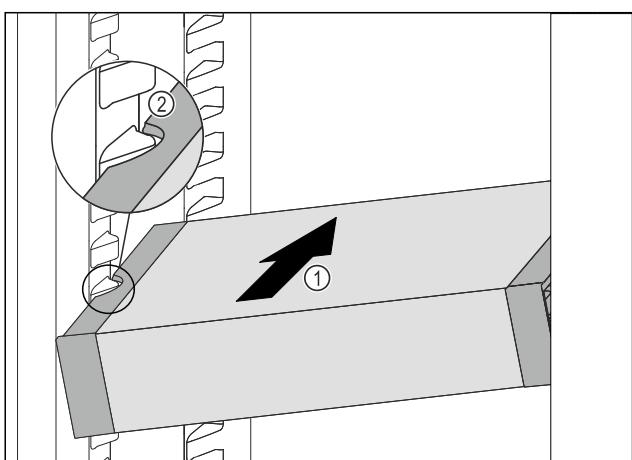

Fig. 88
- VarioSafe schräg in das Kühlteil einschieben Fig. 88 (1), bis sich die seitlichen Aussparungen Fig. 88 (2) des Vario-Safes auf Höhe der Behälterrippe im Kühlteil befinden.